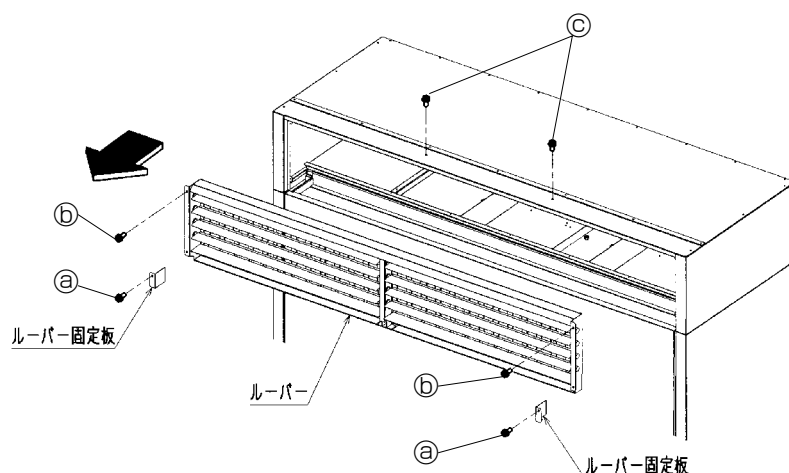

図2
- ② 前面上側にあるネジ⑥ 各1本と天板の固定ネジ③ 2本を外してください。(図2)
高圧洗浄機を使用する場合は3MPa以下、噴水角度40度以上で使用してください。（図2）